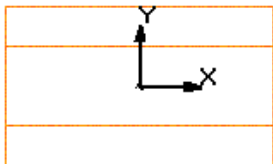

Рис.122
11. Нажмите кнопку Создать в диалоговом окне Параметры. Получили трехмерную модель шестигранной призмы без невидимых линий (см. рис.122).